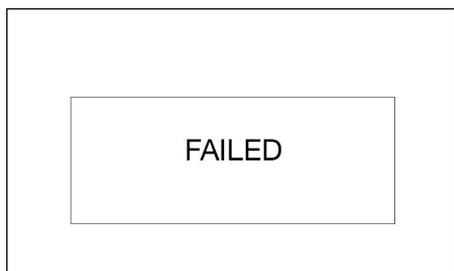

Fig. 15
- Si la vanne de distribution dosée n'est pas enregistrée dans le logiciel de gestion des fluides Pulse, ÉCHEC s'affiche sur l'écran (Fig. 15).